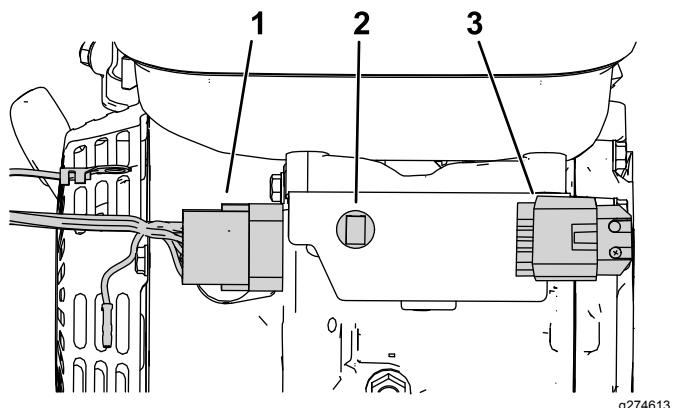

图13
1. 将线束安装到线束支架的联锁连接器并将线束夹到支架上图13。